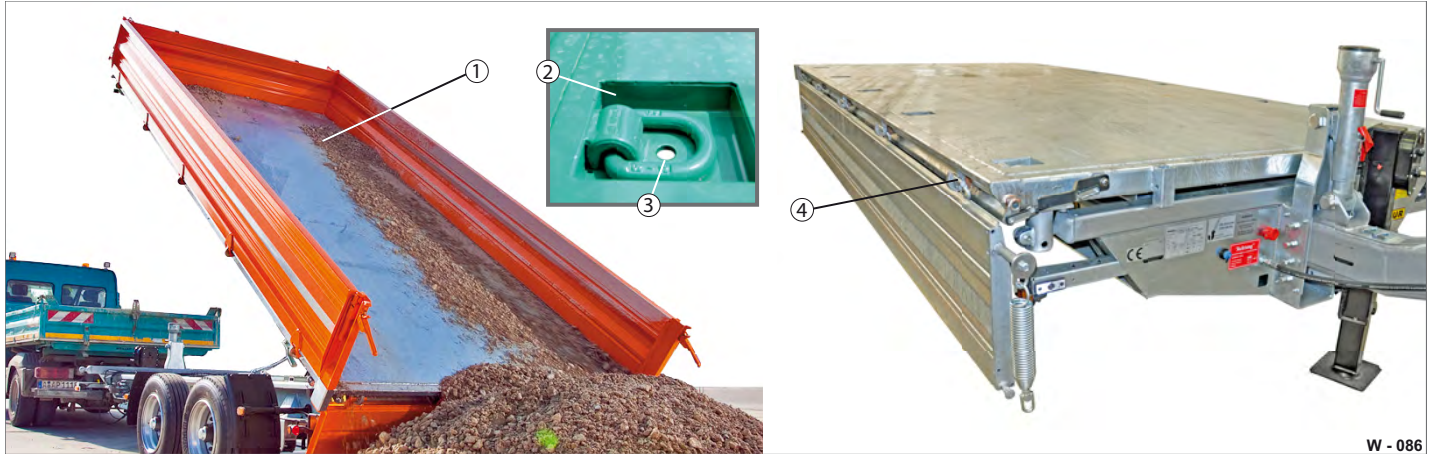

Abb. 84 Aufbau / Ladefläche reinigen
- ▶ Reinigen Sie die Ladefläche (Abb. 84/1) nach jedem Transport vom Schüttgut. Säubern Sie die Ladefläche von groben Verunreinigungen wie Kies, Sand, Äste, etc. mit Besen.
- ▶ Reinigen Sie die Taschen der Zurrpunkte (Abb. 84/2) z.B. mit Handbesen. Spülen Sie diese ggf. mit Wasser aus.
- ▶ Befreien Sie die Verschluss-Punkte (Abb. 84/4) der Bordwände von Verunreinigungen. Die Bordwände bzw. Bordwandauflagen müssen einwandfrei schließen und verriegeln.